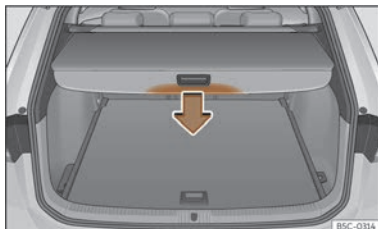

Fig. 188 Dans le coffre à bagages : enroulez la plage arrière.
- Appuyez sur la poignée de la plage arrière dans le sens de la flèche jusqu'à ce qu'elle se déverrouille >>> **fig. 188**.